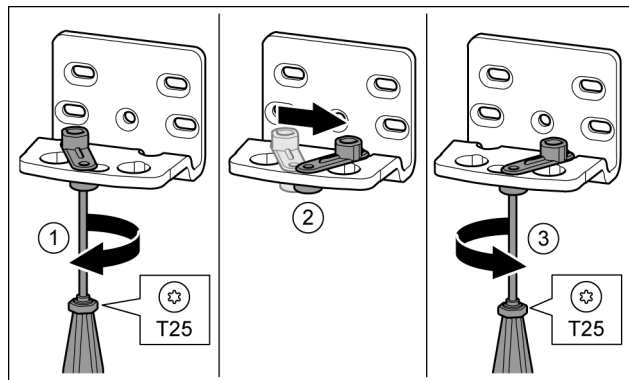

Fig. 16
- ▶ Šroubovákem T25 volně přišroubujte šroub. Fig. 16 (1)
- ▶ Zvedněte pomůcku zavírání dveří a v otvoru ji otočte o 90° doprava. Fig. 16 (2)
- ▶ Šroubovákem T25 šroub pevně utáhněte. Fig. 16 (3)